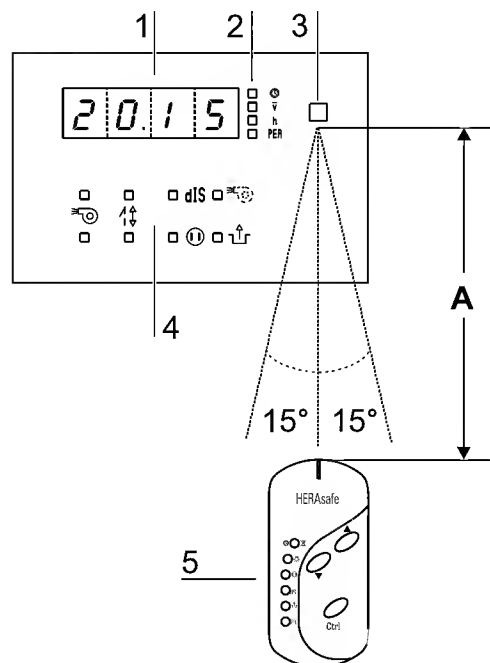

Fig. 6
**Fig. 6, display:** il display dispone di un campo di visualizzazione [1], dove vengono visualizzati testi o valori, nonché di 12 indicatori a led [2] e [4], che indicano il rispettivo stato operativo dell'apparecchio come segnale luminoso.